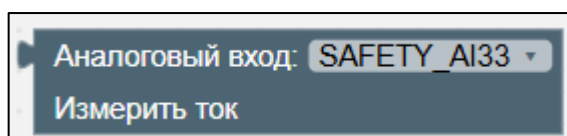

Рисунок II-32 – Блок «Аналоговый вход. Измерить ток»
5. Блок «Аналоговый вход. Измерить ток» (см. Рисунок II-32).